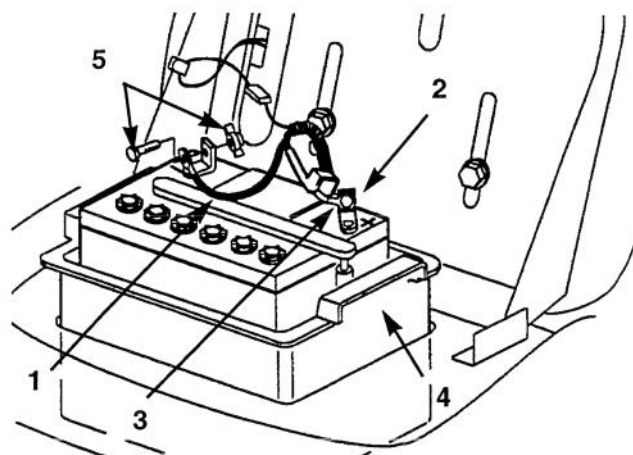
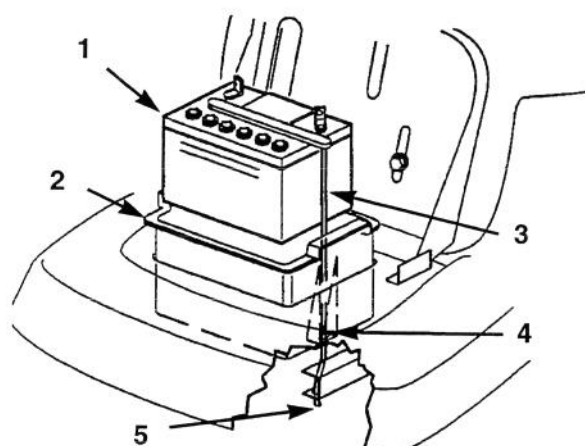

Figure 20
Figure 21
3. Débrancher le câble négatif (noir) de masse de la borne de la batterie (Fig. 20).
5. Déposer le boîtier de la batterie, la batterie et le long tube d'évacuation du châssis (Fig. 21).
1. Installer la batterie dans le boîtier et glisser le tube d'évacuation dans le conduit et la fente située à la base du boîtier (Fig. 21).
terie dans le châssis et repérer le trou situé au bout du longeron droit (Fig. 21). Toujours faire passer le tube d'évacuation dans ce trou pour éviter que l'acide ne corrode le tracteur et la tondeuse.
2. Installer le boîtier et la batterie dans le châssis (Fig. 20). Vérifier que l'extrémité du tube d'évacuation se trouve dans le trou du châssis (Fig. 21).
3. A l'aide du boulon et de l'écrou papillon, connecter le câble positif (rouge) à la borne positive (+) de la batterie (Fig. 20). Glisser la gaine en caoutchouc sur la borne.
4. A l'aide du boulon et de l'écrou papillon, connecter le câble négatif (noir) à la borne négative (-) de la batterie (Fig. 20).